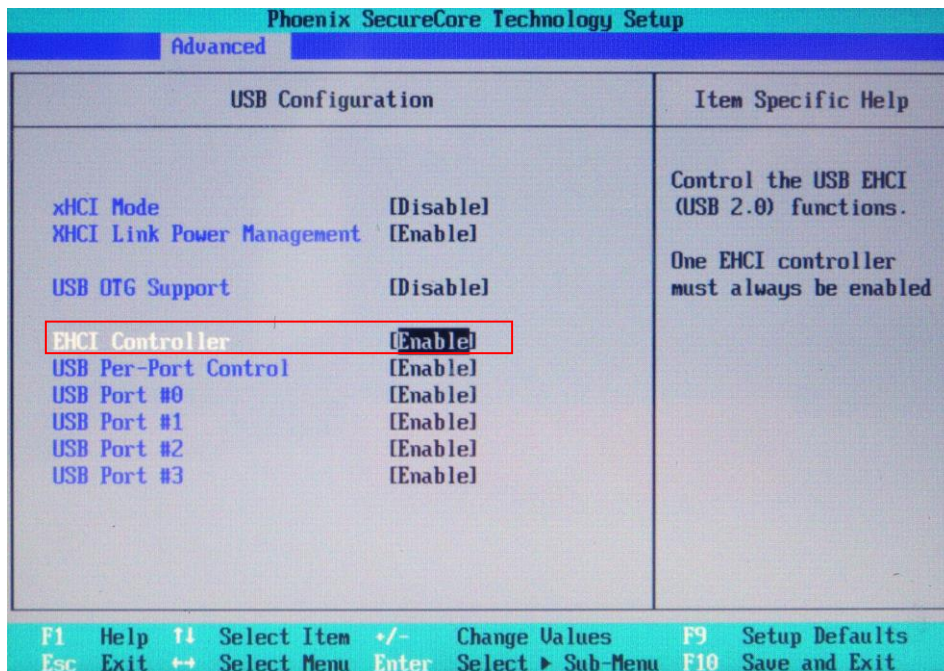

図 6-1-1-4. BIOS 設定 Advanced メニュー USB Configuration
- ⑩ [Boot]メニューを選択します。(図 6-1-1-5)
- ⑪ [USB CD] (接続した USB-DVD ドライブ)を[ATA HDD0] (m-SATA メインストレージ)よりも上に設定します。